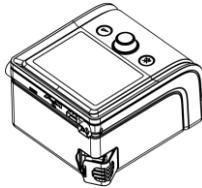

Fig. 11-2
(2) Instale la tapa del filtro que contiene el filtro de aire al dispositivo principal, como se muestra en la Fig. 11-2.